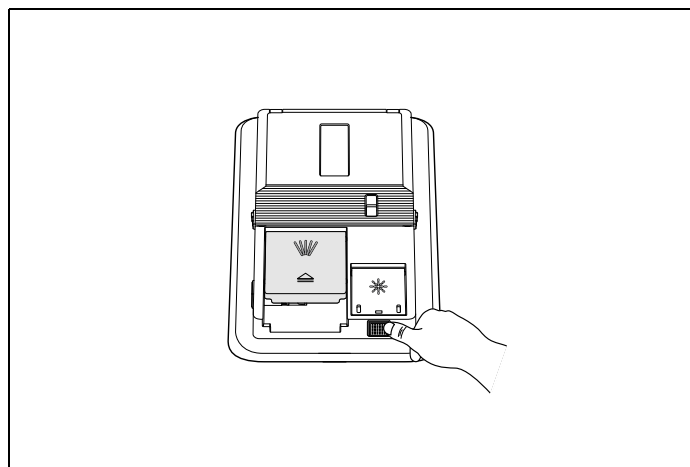

Fig. 71
- 1) Pour remplir le compartiment du produit de rinçage, appuyez sur le bouton comme indiqué Fig. 71 .